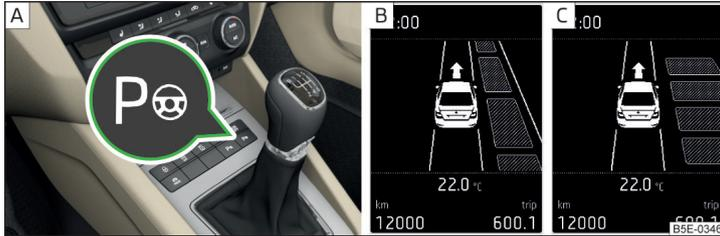

Abb. 250 Systemtaste / Displayanzeige
- Der Einparkvorgang kann jederzeit durch das Drücken der Taste  » Abb. 250 auf Seite 218 oder durch einen Lenkeingriff beendet werden.
Das System kann durch das Drücken der Taste  aktiviert/deaktiviert werden » Abb. 250 auf Seite 218 - .
- Einmal die Taste **P** drücken » Abb. 250 - **A**.
- Zweimal die Taste **P** drücken » Abb. 250 - **A**.
- › Die Taste  » **Abb. 250 auf Seite 218** drücken.